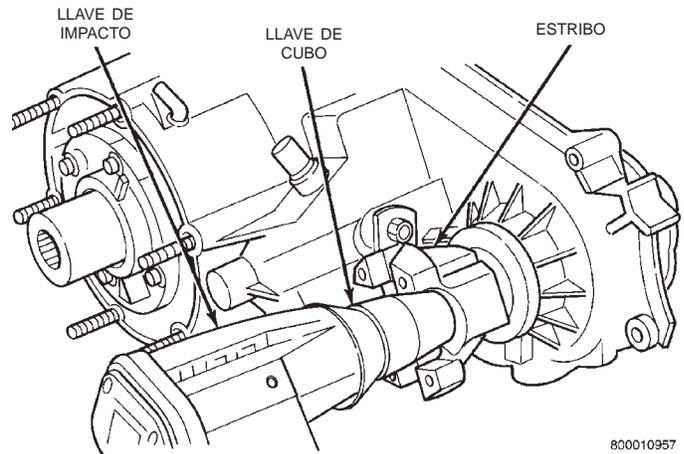

Fig. 15 Desmontaje de la tuerca del estribo
(1) Retire el conmutador indicador de la caja de cambios.
(2) Retire la tuerca delantera del estribo del siguiente modo:
- (b) Retire luego la tuerca con un cubo y llave de impacto (Fig. 15).